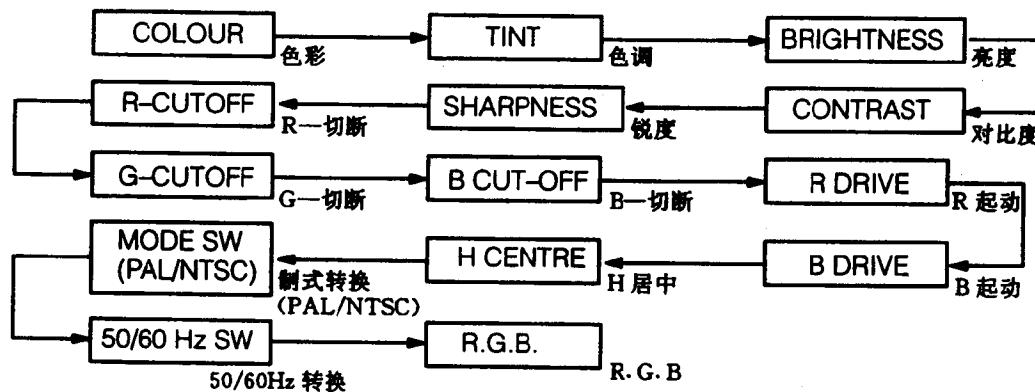

图 1.2.3
- ① I²C 总线是一条包含有时钟线 (SCL) 和数据线 (SDA) 的双线系列总线。参见 MX-2A 底板框图。
- ② 它允许在 IC 之间进行双向数据传递。
- ③ 它包括一个主控 IC 和一个或多个从属 IC：主控 IC 引发传送和发生时钟信号。从属 IC 由主控 IC 寻址。
- ① 传递计时。在微电脑向 IC601 的传递数据期间，图 1.2.3 所示各类型信息，都以 12 比特 1 次速率逐个传递：